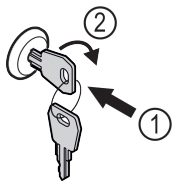

Fig. 143 Representación a modo de ejemplo
- Introducir la llave Fig. 143 (1).
- Girar la llave 90° en sentido horario Fig. 143 (2).